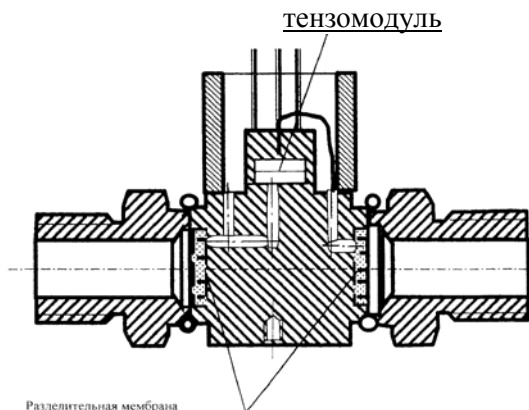

Рисунок 1 - Устройство измерительного модуля
4.3 Первичным измерительным преобразователем является пьезорезистивный кремниевый тензомодуль (пластина монокристаллического кремния с диффундированными тензорезисторами, соединёнными по мостовой схеме), действующий в качестве пружинной мембраны, которая разделяет плюсовую и минусовую камеры. Измерительные камеры отделены от среды измерения разделительной мембраной и заполнены специальной жидкостью. Конструкция тензомодуля гарантирует устойчивость измерительного преобразователя от ударных воздействий измеряемым давлением и от перегрузки по давлению (см. рисунок 1)